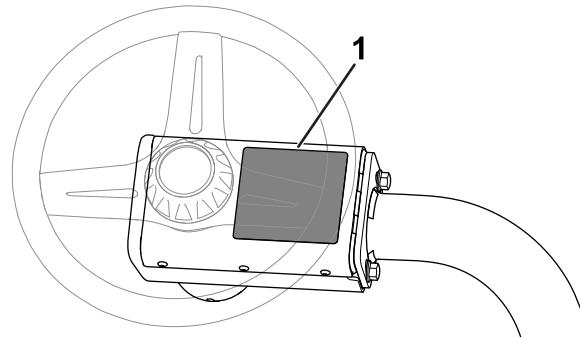

Рисунок 13
- Приклейте предупреждающую наклейку СЕ (№ по кат. 136-8505) поверх имеющейся предупреждающей наклейки (№ по кат. 136-8506); см. Рисунок 13.